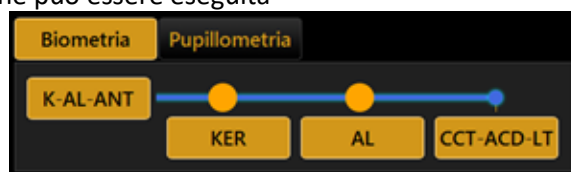

Figura 31
5. Figura 31; come descritto nella sezione 12.6)